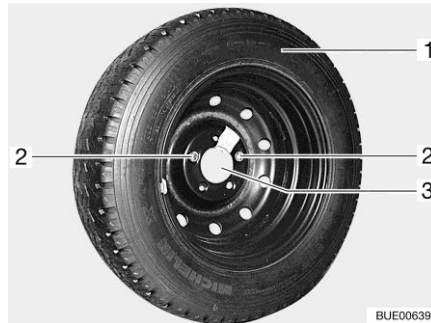

Bild 231 Ersatzrad-Halterung in der Heckgarage
- Die beiden Befestigungsschrauben (Bild 231,2) mit dem Bordwerkzeug herausdrehen und abnehmen.
- Das Ersatzrad (Bild 231,1) von der Halterung (Bild 231,3) abnehmen.